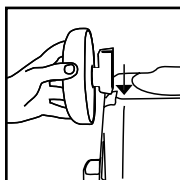

FIGURA 12
15. Deslice el alojamiento de eje dentro de la ranura de cola de milano en la parte posterior del depósito: el alojamiento de eje está reducido y debería deslizarse dentro de la ranura sin excesiva fuerza. **FIGURA 12.** Aproxímate al tornillo.